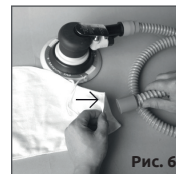

Рис. 6
- Прикрепите мешок для сбора пыли к шлангу для отвода пыли, туго завязав веревку вокруг конца шланга (см. рис. 6).